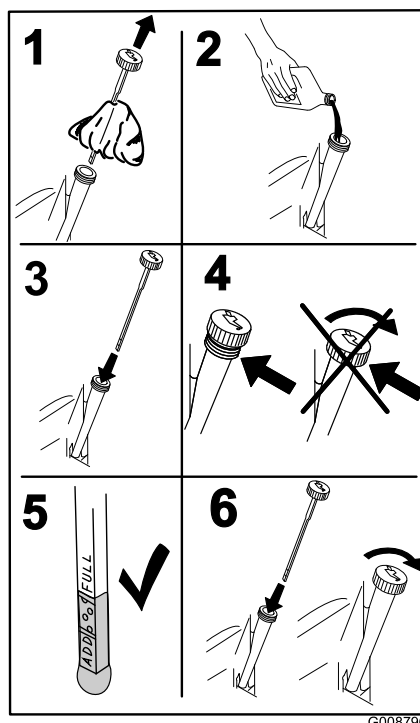

Figure 46
5. Versez lentement environ 80 % de l'huile spécifiée dans le tube de remplissage, puis faites l'appoint lentement pour faire monter le niveau jusqu'au repère maximum (Full) (Figure 46).